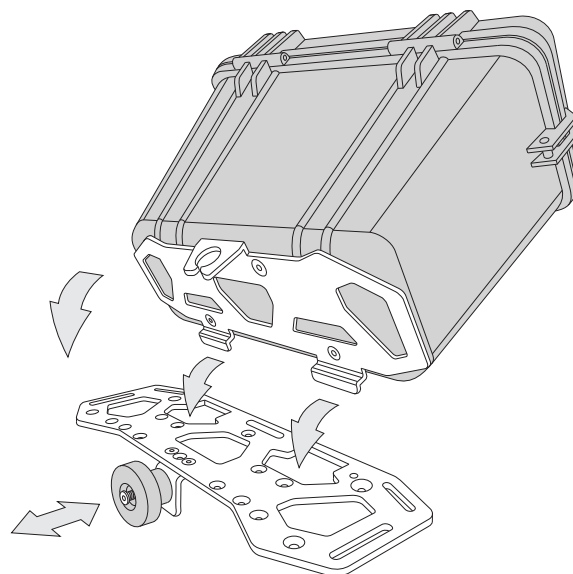

図 12. 荷物ラックへの防水ケースの固定
- 図 12 のように、クイックリリース マウントを使って、防水ケースを荷物ラックに固定します。